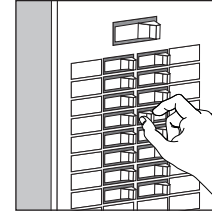

FIG. 2
- FIG. 2.** Place either the main (Master) switch to the "OFF" position, cutting off power to your entire home OR turn off the individual switch that provides power to where the fixture will be installed.
- FIG. 2.** Mettez hors tension soit le commutateur principal, pour ainsi couper le courant dans toute la maison, soit le commutateur individuel qui commande l'alimentation au circuit particulier sur lequel vous mettez en place le nouvel appareil d'éclairage.
- FIG. 2.** Coloque el interruptor principal (Maestro) en la posición "OFF" (apagado), cortando el suministro de energía de todo su hogar, o bien, desconecte el interruptor individual que provee energía al lugar donde estará instalado el artefacto eléctrico.